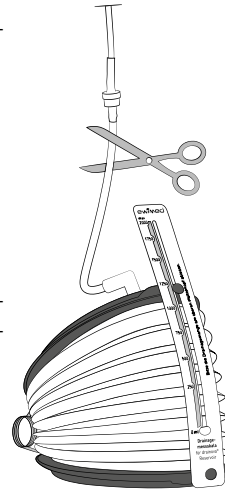

Abb. 1
4. Schneiden Sie jetzt den Schlauch unterhalb des Rückschlagventils* durch (Abb.1). Entsorgen Sie das abgeschnittene Schlauchstück mit Quetschklemme und dem Einführstift. Verwenden Sie gegebenenfalls das bereitgelegte Tuch. Damit die Flüssigkeit im Reservoir über das WC entsorgt werden kann, positionieren Sie das Reservoir kopfüber, sodass die Öffnung des Schlauchs über dem WC nach